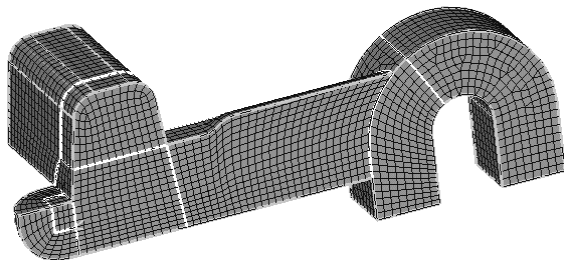

图 5-28 分网后的模型
- (1) 进入 solid map 面板。
- (2) 选择所有实体。
- (3) 将 source shells 设置为 mixed，在 elem size=栏中输入 1。
- (4) 单击 mesh 按钮，此时模型将被顺序划分网格。分网后的模型如图 5-28 所示。